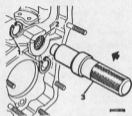

Abb. F.21
42. Werkzeug 18G 1126 (ohne Außenhülse) verwenden um das Mittellaufrollenlager abzutreiben, Abb. F.21.
52. Inneren Sprüngring in das Getriebegehäuse einsetzen, neues Mittellaufrollenlager mit Werkzeug 18G 1126 einreiben und äußeren Sprüngring montieren, Abb. F.21.